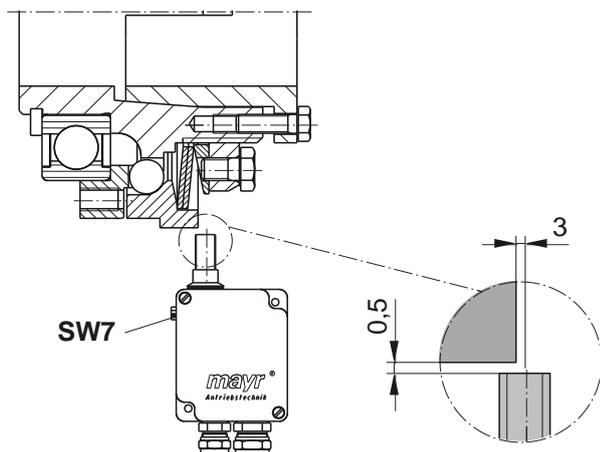

Fig. 14 : Détecteur inductif
La flèche indiquant le sens d'action sur le couvercle du boîtier du détecteur mécanique montre en direction de l'écrou de réglage (5), ou de la course de déplacement de la pièce de commande (3), fig. 1. Régler l'écart de commutation (portée) du détecteur de proximité inductif et mécanique selon la fig. 14 ou 15. Utiliser la vis à tête hexagonale (ouverture de clé 7) pour ajuster finement l'écart entre la pièce de commande (3) et le point de détection (fig. 14 et 15).